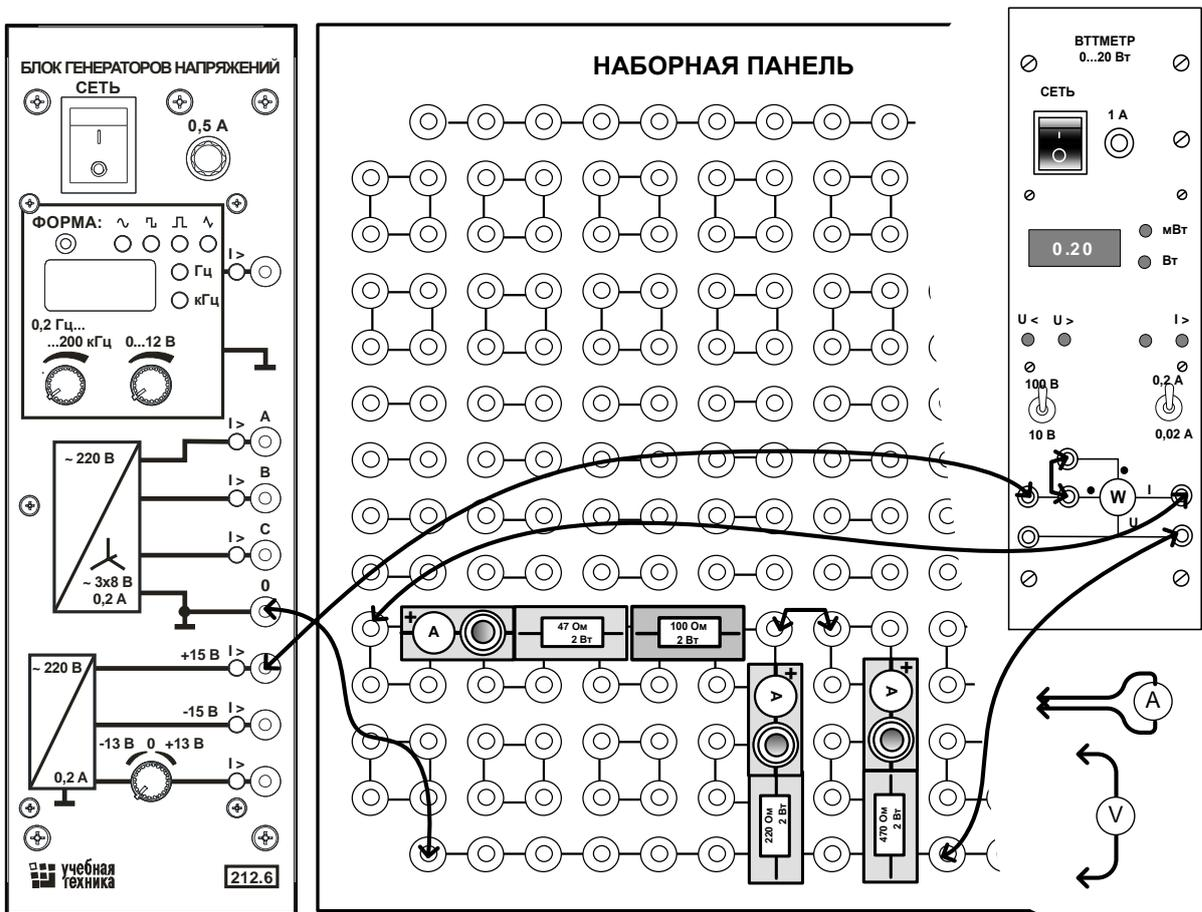

Рис.4.2
- Соберите цепь согласно монтажной схеме (рис. 4.2). В каждой из трёх ветвей этой схемы включены миниблоки для подключения амперметра. На входе цепи включён ваттметр для измерения полной мощности, потребляемой цепью.